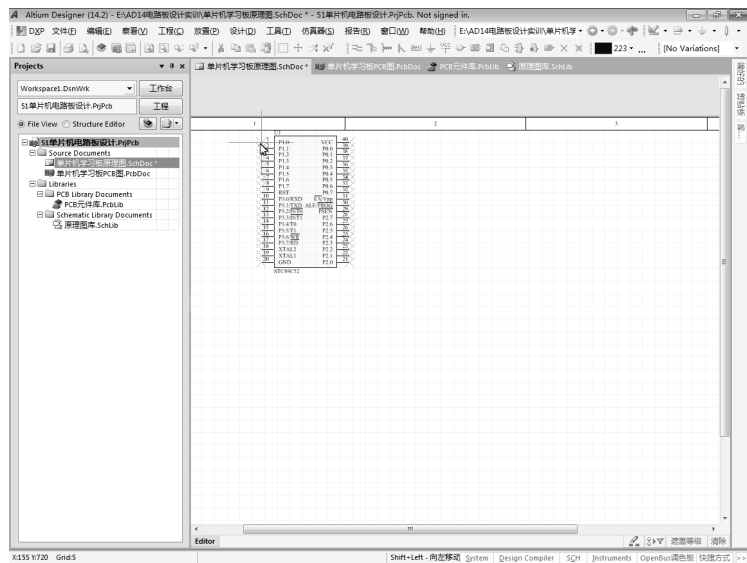

图 4-24 重新调整元件位置
在此，说明两点：①一个原理图元件放置确定后，如将鼠标光标指在该元件上双击鼠标左键，就能打开其元件属性对话框，从而可重新设定或修改其元件属性；②一个已经放置好的原理图元件位置需要调整时，可将鼠标光标移到该元件上，按下鼠标左键不放松，如图 4-24 所示，鼠标光标显示为移动状态，此时就可重新移动元件到另一个位置。